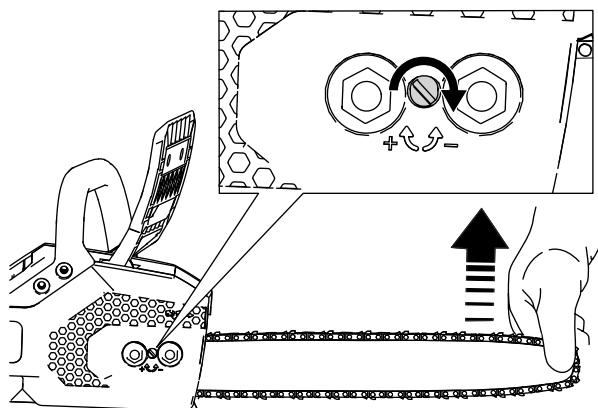

Figure 30
6. Tenez le guide-chaîne par son extrémité (Figure 30).
- Pour tendre la chaîne, tournez la vis de réglage de la tension dans le sens horaire (Figure 30).